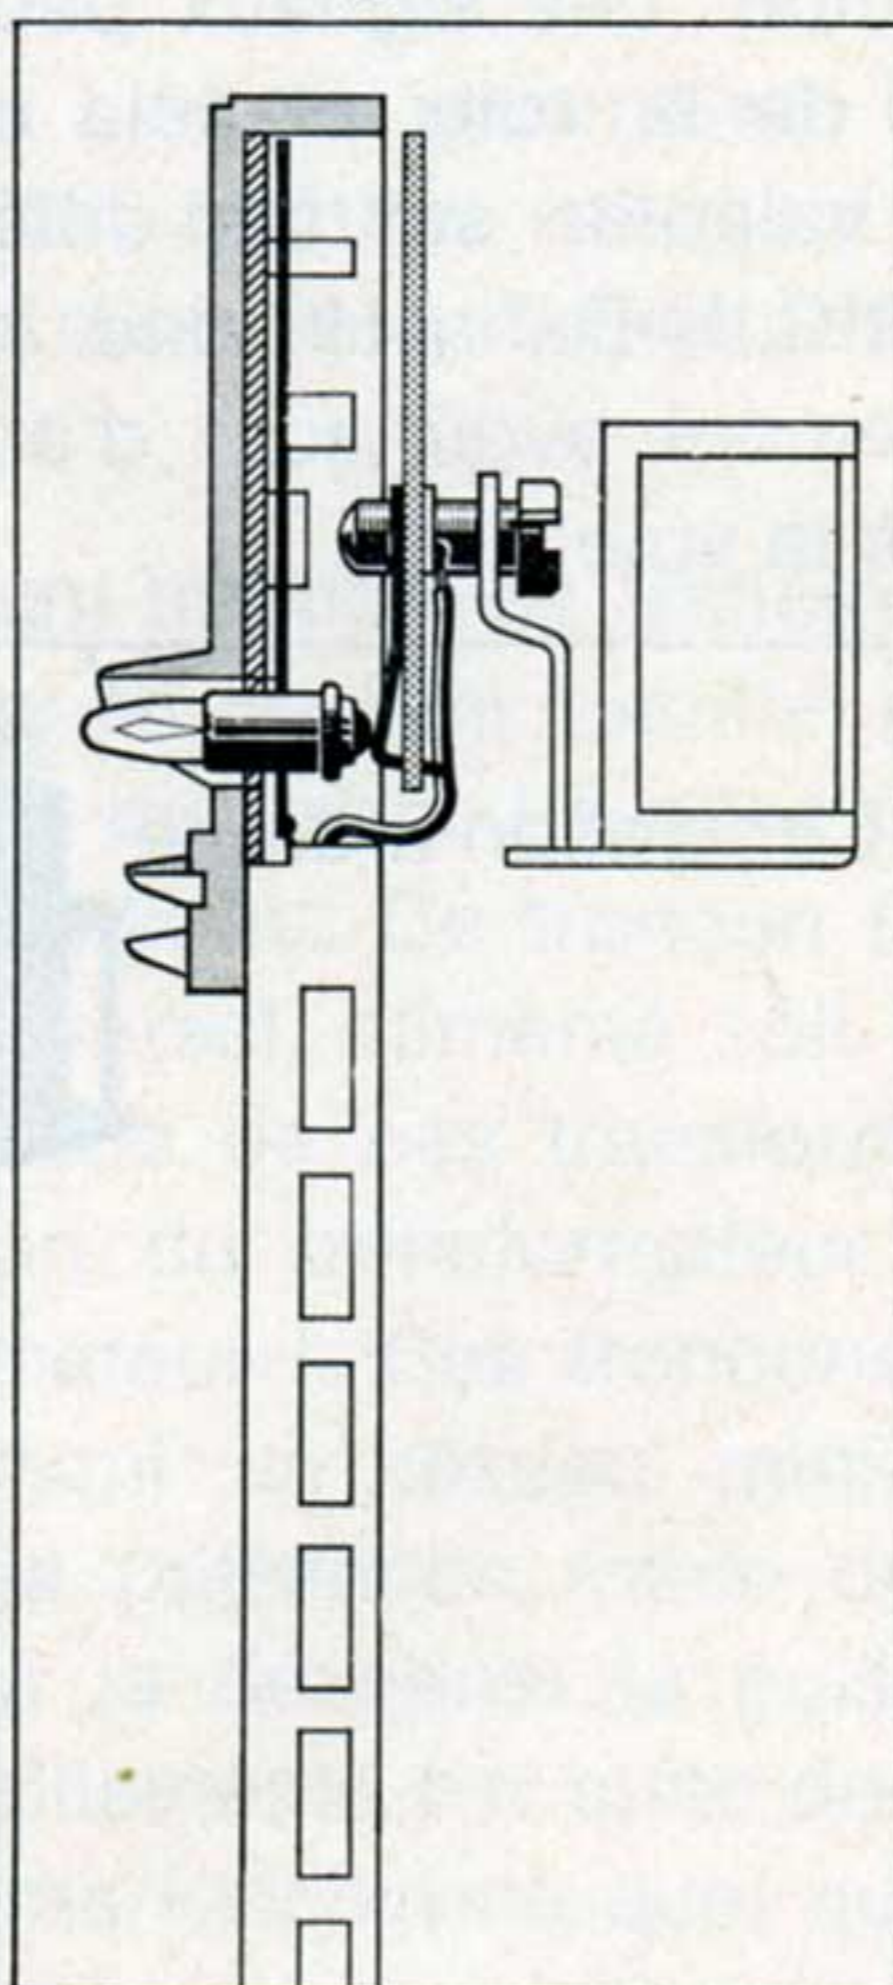

Fig. 13
**Les signaux avancés** 7236 et 7237 (fig. 13 et 14) ne comportent qu'un mât qui est vissé à la plaque de base 7230. La conception générale du mât est la même que celle des mâts des signaux principaux; il faut cependant signaler que les ampoules sont disposées les unes au-dessus des autres, mais obliquement.